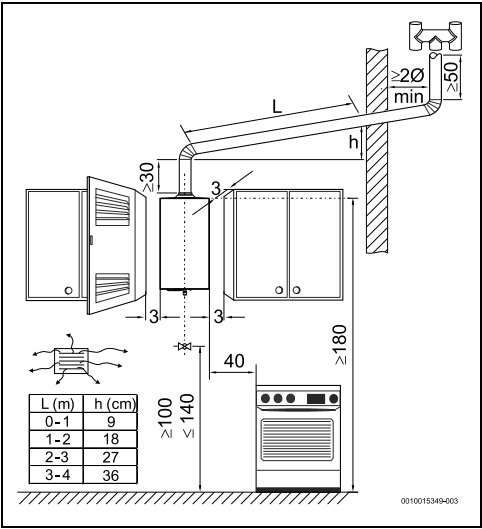

Fig. 10 Distances minimales (cm)
- ▶ Respecter les distances minimales indiquées dans la fig. 10.
- ▶ Assurer l'accès libre pour les opérations de maintenance et respecter les distances minimales indiquées dans la figure 10.